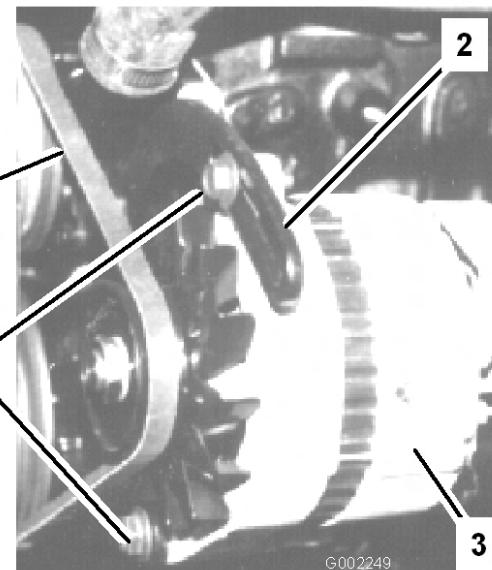

Figure 56
3. Desserrez les boulons de fixation du renfort au moteur et le boulon de fixation de l'alternateur au renfort (Figure 56).